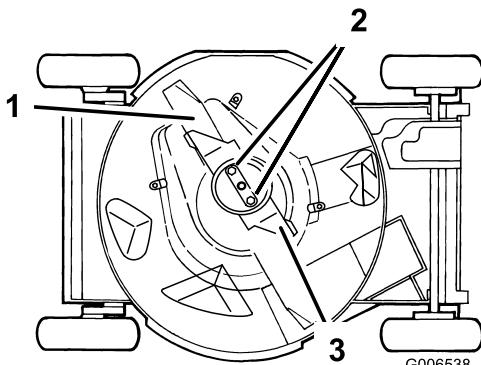

Figura 34
4. Vuelque el cortacésped hacia su lado **izquierdo** (limpiador de aire hacia arriba) (Figura 34).